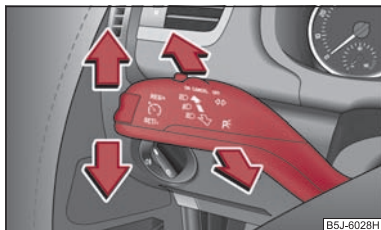

Fig. 40 Maneta de acționare a luminilor de semnalizare și a luminii de drum
- Apăsați maneta în sus, respectiv în jos ⇒ fig. 40.